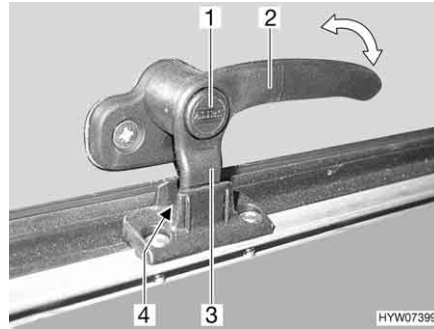
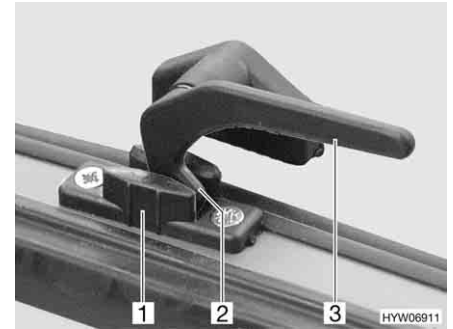

Fig. 77 Leva di serraggio con bottone di sicurezza in posizione "Aerazione continua"
Fig. 78 Leva di serraggio in posizione "Aerazione continua"
- In posizione di "Aerazione continua" (Fig. 77 e Fig. 78)
- Se presente, premere e tenere premuto il bottone di sicurezza (Fig. 77,1).
- Ruotare la leva di serraggio (Fig. 77,2 o Fig. 78,3) di un quarto di giro verso il centro della finestra.
- Girare nuovamente all'indietro la leva di serraggio. Riportare contemporaneamente il nasello di chiusura (Fig. 77,3 o Fig. 78,2) della leva di serraggio nella rientranza della chiusura della finestra (Fig. 77,4 o Fig. 78,1).
- Se presente, rilasciare il bottone di sicurezza (Fig. 77,1).